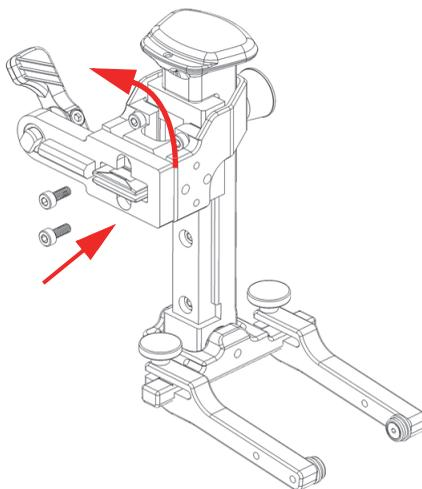

Figura 2-21 Inversione della staffa dei bracci con meccanismo a molla
2. Ruotare la staffa dei bracci con meccanismo a molla a 180 gradi (Figura 2-21 a pagina 52).
3. Riposizionare le due viti (Figura 2-21 a pagina 52).